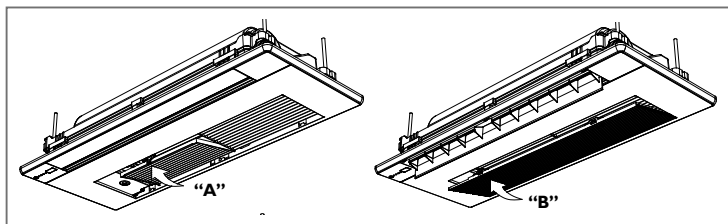

FIG. 24
5. Por fim recoloque o filtro de ar ("A" - Fig. 24) e a grade de proteção ("B" - Fig. 24).